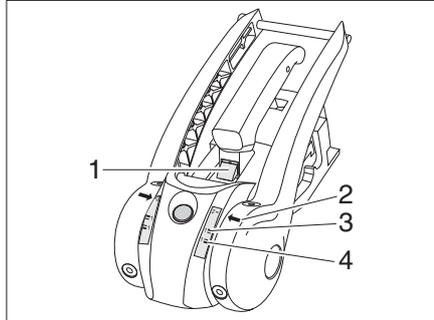

Fig. 150 Contrôle d'usure des garnitures de friction
- Lorsque le marquage vert est visible (Fig. 150,1), les garnitures de friction à l'avant et à l'arrière sont encore en ordre. Si le marquage vert n'est plus visible, les garnitures de friction doivent être remplacées.
- Si la flèche (Fig. 150,2) en dessous du marquage d'arrimage en douceur 1 est verte, (Fig. 150,4) les garnitures de friction à droite et à gauche sont en ordre. Si la flèche (Fig. 150,2) au-dessus du marquage d'arrimage en douceur 1 est rouge (Fig. 150,3), les garnitures de friction doivent être remplacées.
- Lorsque le marquage vert est visible (Fig. 150,1), la rotule d'attelage est en ordre. Si le marquage vert n'est plus visible, le diamètre de la rotule d'attelage est < 49 mm et la rotule d'attelage doit être remplacée.